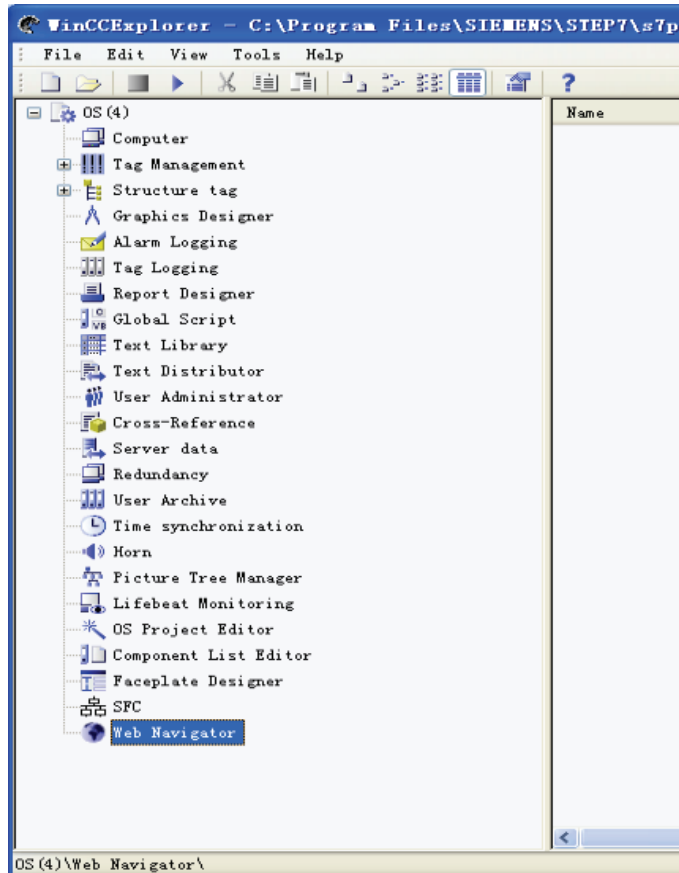

图 15-6 安装了 WebNavigator Server V7.0 SP1 项目管理器下的 Web 浏览器
3) 安装了 WebNavigator Server V7.0 SP1 选件后, 打开 WinCC 项目, 在项目管理器下看到 “Web Navigator” 选项, 如图 15-6 所示。